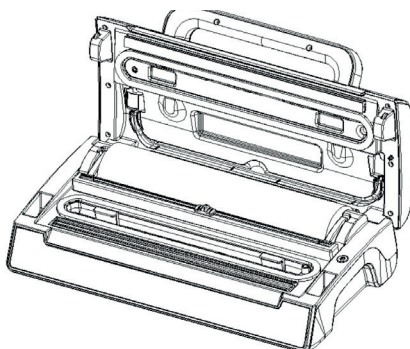

Fig. 1
1. Åbn det øverste omslag (fig. 1).